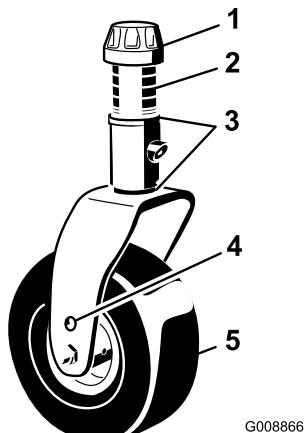

Рисунок 83
- Снимите колпачковую гайку с вала шпинделя и извлеките шпиндель из рычага поворотного колеса (Рисунок 83).